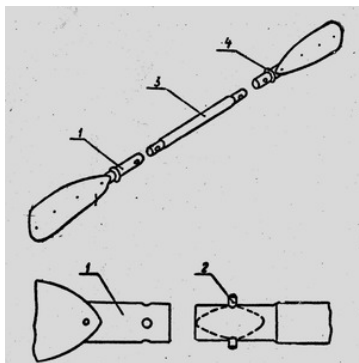

Рисунок 8. Сборка весла
Для сборки весла утопите фиксаторы (2) в их гнезда, введите цевьё весла (3) в лопасть (1) и проследите чтобы фиксаторы (2) попали в отверстия лопасти - рисунок 8.